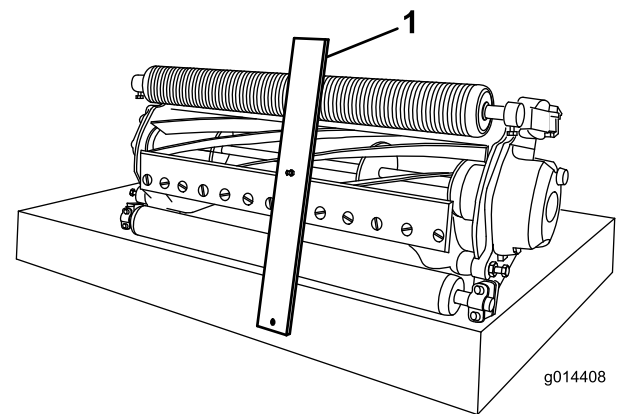

图 10
2. 将剪草高度调刀尺的螺栓头钩在底刀刀刃的右侧并将调刀尺的后端放到滚筒后部上 **图 10**。